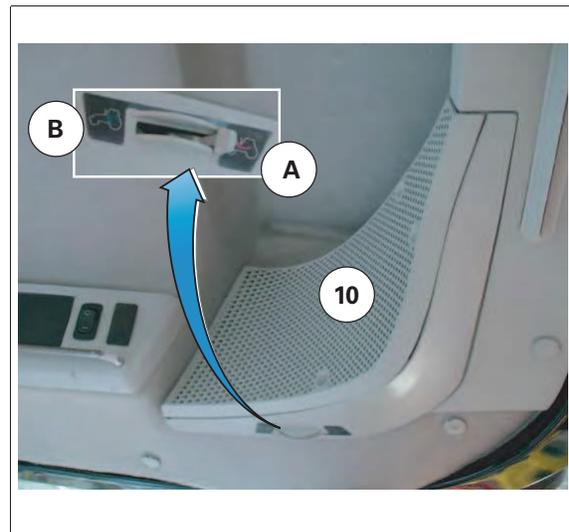

Fig. 23.
| <ul style="list-style-type: none"> <li>(1) Ventiladores graduables.</li> <li>(2) Luz interior (vea "Luz interior", página 86)</li> <li>(3) Interruptor de control del limpiaparabrisas trasero</li> <li>(4) Interruptor del panel Triflash en el techo (opcional)</li> <li>(5) Altavoces para radio</li> </ul> | <ul style="list-style-type: none"> <li>(6) Módulo de control del aire acondicionado</li> <li>(7) Alojamiento para radio.</li> <li>(8) Bombilla de iluminación de la consola</li> <li>(9) Trampilla de techo (según el modelo)</li> <li>(10) Rejillas de recirculación de aire traseras del lado izquierdo y derecho fig. 23</li> </ul> |
- 10 Rejillas de recirculación de aire traseras del lado izquierdo y derecho fig. 23